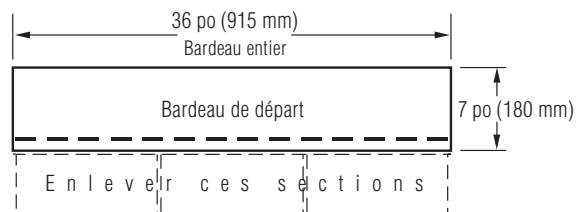

Figure 10-6 : Fabriquer les bardeaux de départ en enlevant 5 po (127 mm) au bas des jupes.
1. Utiliser des bardeaux de départ SwiftStart™ ou Universal Starter de CertainTeed, ou un rang de départ composé de bardeaux dont une bande de 5 po (12,7 cm) a été enlevée dans le bas des jupes (figure 10-6). Ne pas oublier que sur le rang de départ, l'adhésif doit être aussi près que possible du bord de l'avant-toit.
1. Utiliser des bardeaux de départ SwiftStart™ ou Universal Starter de CertainTeed, ou un rang de départ composé de bardeaux dont une bande de 5 po (12,7 cm) a été enlevée dans le bas des jupes (*figure 10-6*). Ne pas oublier que sur le rang de départ, l'adhésif doit être aussi près que possible du bord de l'avant-toit.